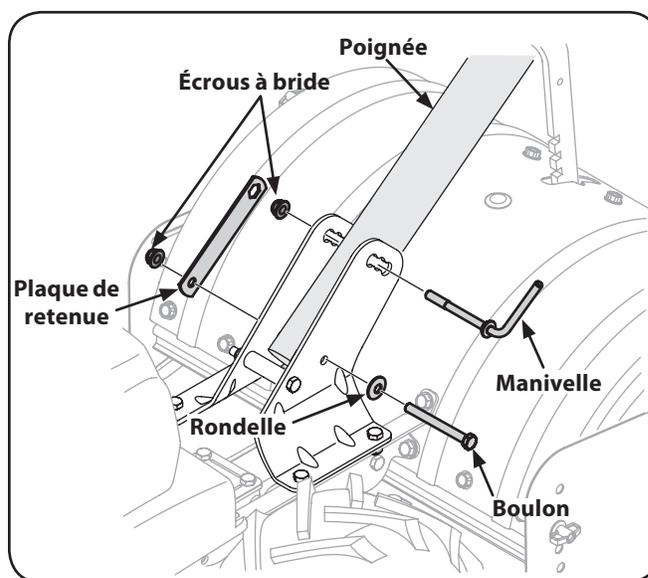

Figure 3-1
2. Placez la poignée dans les supports de la poignée en alignant les trous de la poignée et des supports. Insérez le boulon hexagonal de 5/16-18 x 3 dans la rondelle Belleville et dans le trou inférieur du support de montage, à partir du côté gauche de la poignée. Placez le trou rond de la plaque de retenue sur le boulon hexagonal et serrez légèrement la rondelle Belleville et l'écrou autobloquant à bride de 5/16-18 retirés à l'étape 1. Voir Figure 3-1.
3. Placez la manivelle dans le trou supérieur du support de montage, à partir du côté gauche de la poignée. Fixez la manivelle à l'aide de l'écrou autobloquant à bride retiré à l'étape 1. Placez l'autre trou de la plaque de retenue sur l'écrou autobloquant à bride. Voir Figure 3-1.